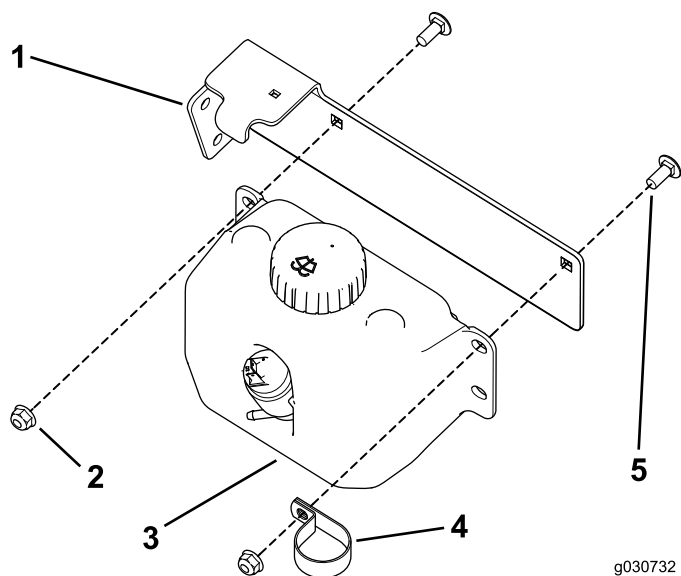

Figura 32
3. Utilice los 2 pernos de cuello cuadrado y las contratuercas para sujetar el depósito del lavaparabrisas y la abrazadera en R al soporte del depósito (Figura 32).